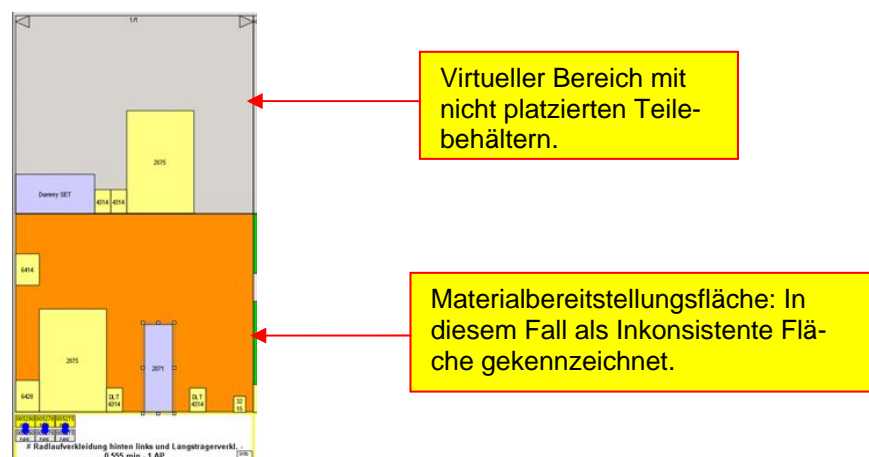

Abbildung 262: Teilbehälter im virtuellen Planungsbereich
- Sie können Teilebehälter und Regale manuell aus dem virtuellen Bereich in der Materialbereitstellungsfläche platzieren (siehe Abbildung 262). Für jede Materialbereitstellungsfläche ist ein virtueller Bereich verfügbar. Im virtuellen Bereich werden Teilebehälter angezeigt, die in der Materialbereitstellungsfläche noch nicht platziert wurden. Der virtuelle Bereich entspricht den Abmessungen der Materialbereitstellungsfläche. Siehe Virtueller Bereich.